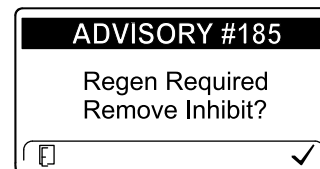

Figura 46
**Nota:** Se l'InfoCenter è impostato per inibire la rigenerazione, ogni 15 minuti l'InfoCenter visualizza il messaggio ADVISORY #185 (Figura 46), mentre il motore richiede una rigenerazione di ripristino.